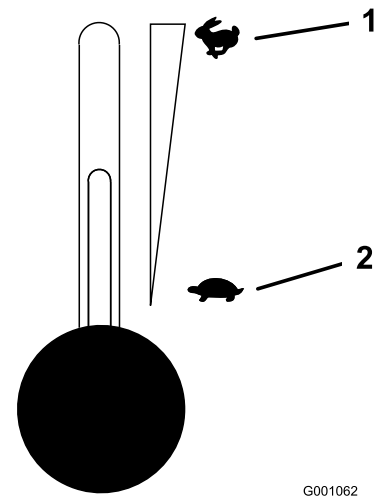

Figure 14
5. Réglez la manette d'accélérateur à mi-course (Figure 14).
- Réglez la manette d'accélérateur à mi-course entre les positions bas et haut régime (Figure 14).